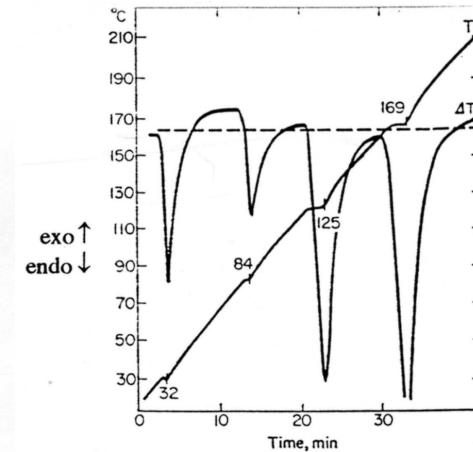

Fig. 2 ATD du nitrate d'ammonium.
- 1) La courbe d'ATD du nitrate d'ammonium est présentée sur la Figure 2. On sait que ce composé fond à  $T = 169^\circ\text{C}$ . Il se décompose vers  $T \approx 210^\circ\text{C}$ . Interpréter cette courbe. A votre avis, quelle technique complémentaire permettrait de confirmer les résultats obtenus ?